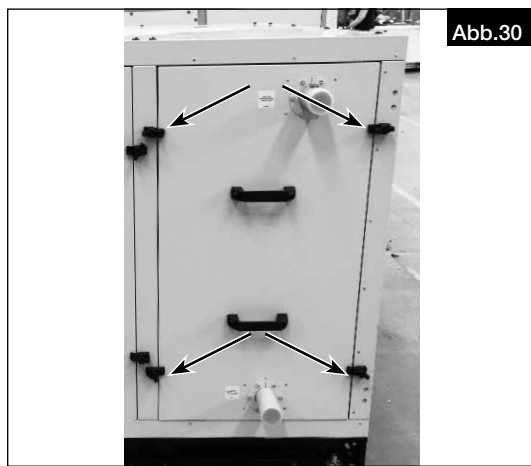

Abb.30
1. Die Blechmetalleile entfernen. (s. Abb.30)